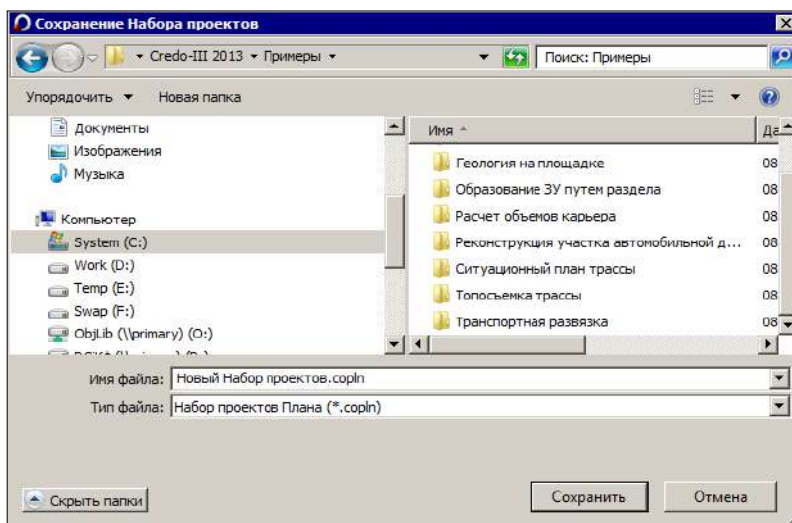

Рис. 3.15
– После выбора команды появляется диалог **Сохранение набора проектов** (рис. 3.15).
- Нажмите кнопку **Сохранить** (рис. 3.15).